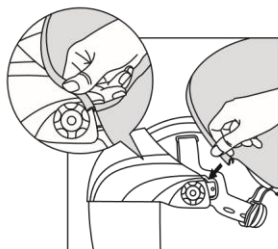

Abb. 6a
Schritt 1: Führen Sie die U-förmige Dichtungsschicht in den Rand der Gesichtsschutzschale ein. Drücken Sie mit dem Daumen auf den Rand der Dichtungsschicht, damit sie in der Gesichtsschutzschale einrastet (siehe Abb. 6a).